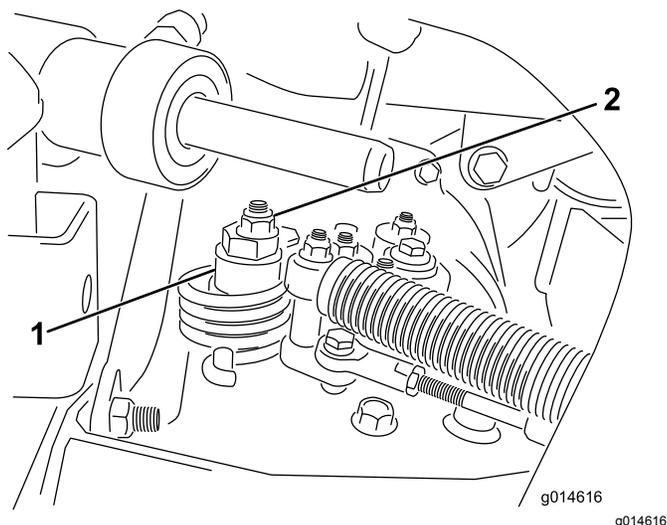

Рисунок 44
- А. Ослабьте гайку крепления эксцентрика к верхней части гидростата (Рисунок 44).
- С. Поворачивайте эксцентрик до тех пор, пока не прекратится медленное вращение колеса в любом направлении. Когда колесо перестанет вращаться, затяните гайку, которая фиксирует эксцентрик и регулировку (Рисунок 44). Проверьте регулировку при положениях дроссельной заслонки МЕДЛЕННО и БЫСТРО.